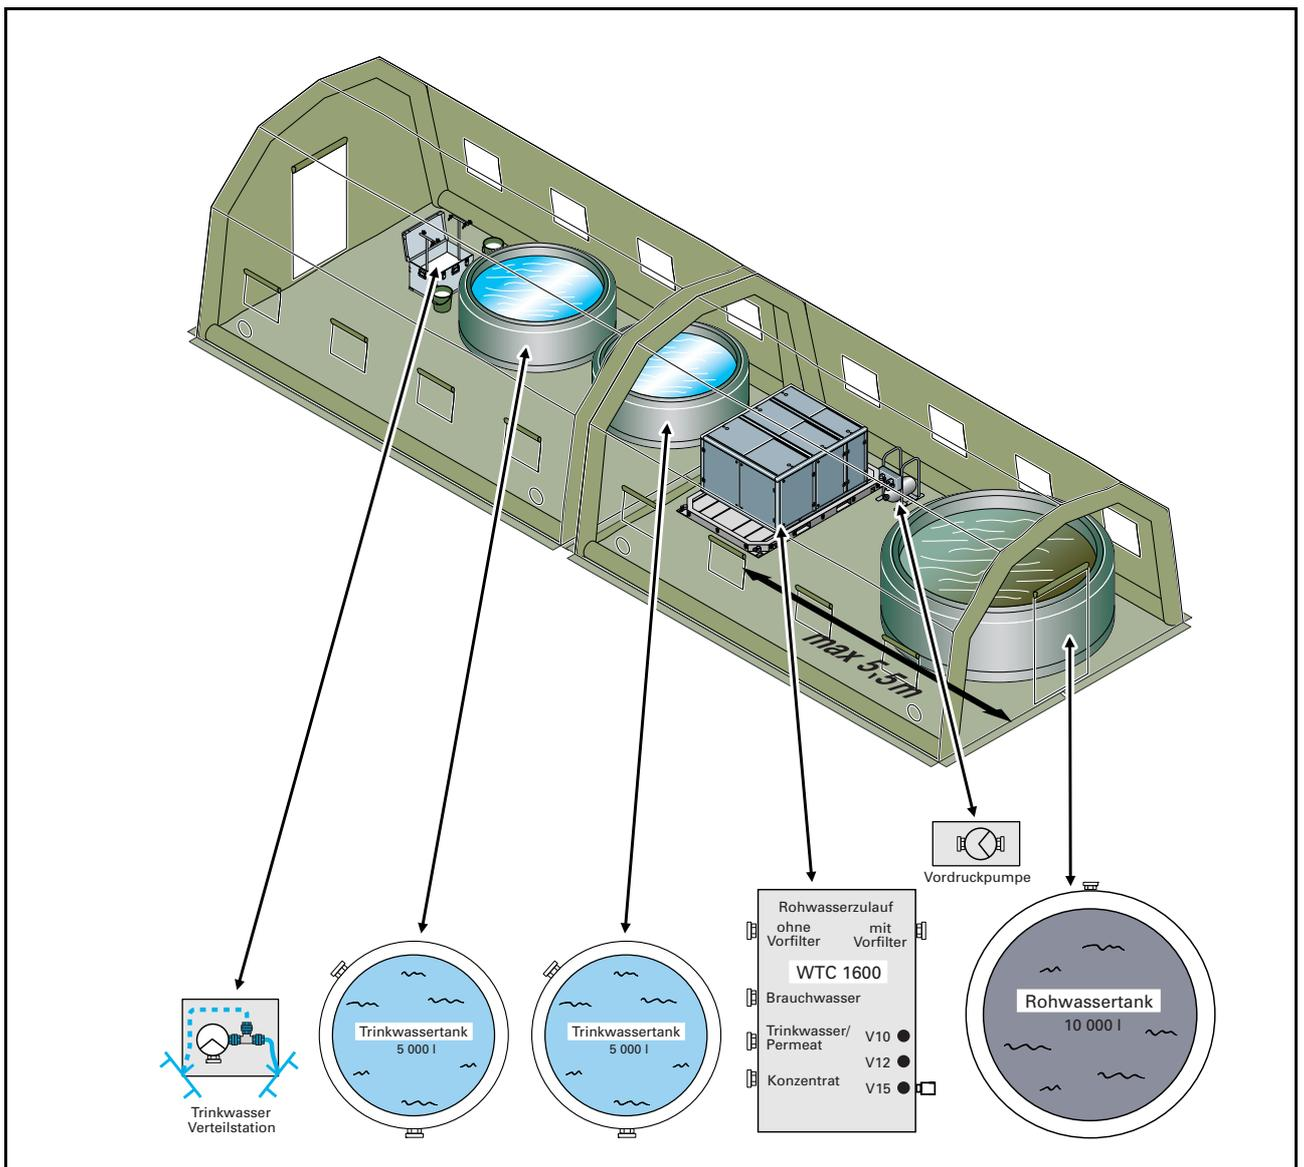
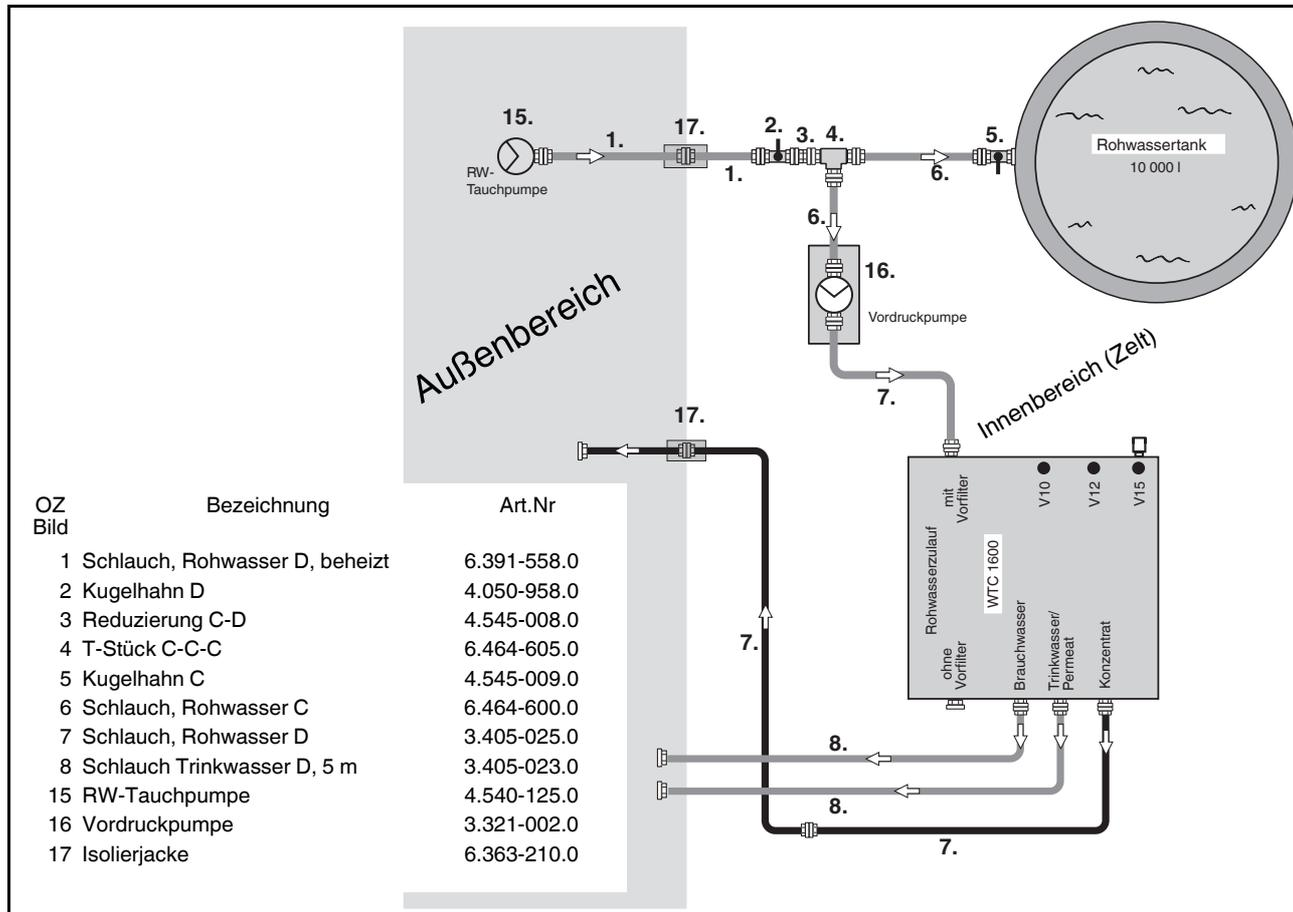
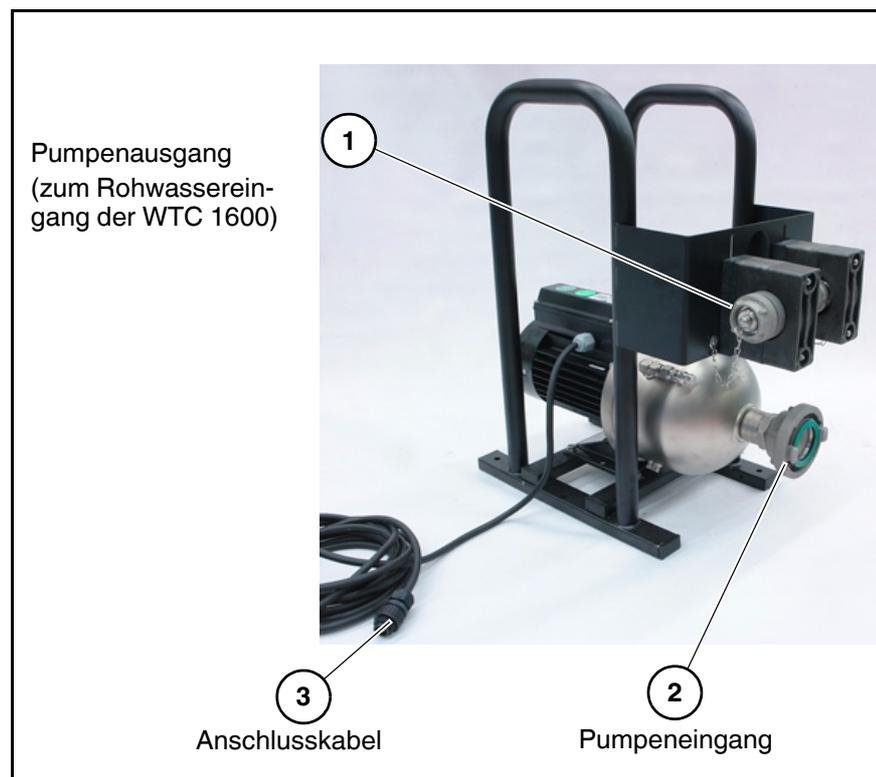
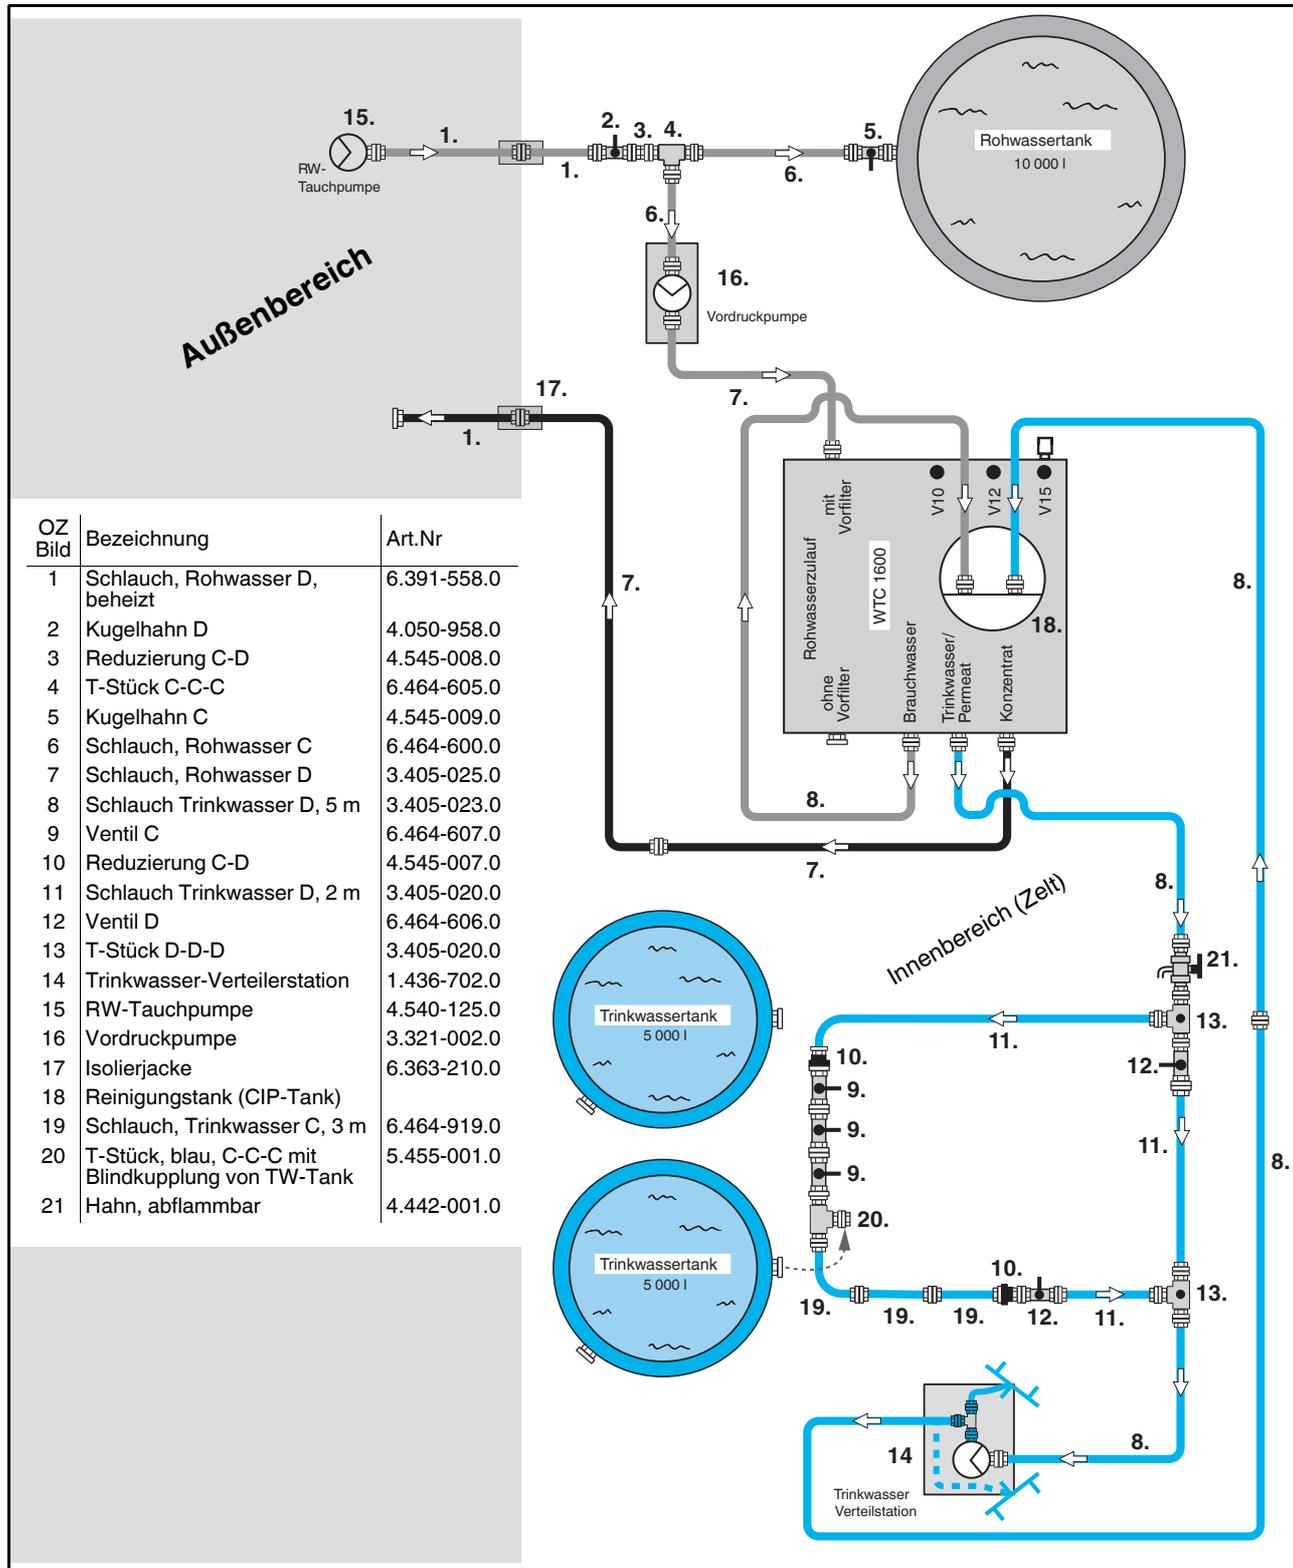

Bild 19 Aufbauschema Baustein Wasserversorgung
Bild 20 Schema Rohwasserzulauf/Konzentratablauf
Bild 29 Vordruckpumpe
Bild 43 Verschlauchung Desinfektionsvorgang Anlagenperipherie
Nachfolgendes Schema (Bild 19) zeigt den Baustein Wasserversorgung mit der Anordnung der Anlagenkomponenten, ohne Verrohrungs- und Stromversorgungs-komponenten.
WTC 1600 parallel zur Trennwand mit den Trinkwasseranschluss zur Trennwand gemäß Abbildung (Bild 19) aufstellen. Der Abstand der WTC darf maximal 5,5 m zur Stirnseite betragen. Bei Einsatz des Nivellierspindel-satzes Aufbau gemäß Anhang (Nivellierspindelsatz).
1. Rohwassertank (21/1) gemäß Schema Bild 19 im Zelt platzieren. Dabei den Anschluss gemäß Bild 20 ausrichten.
1. Vordruckpumpe (Bild 29) gemäß Aufstellungsschema (Bild 20) aufstellen.
1. Trinkwassertanks (31/1) gemäß Aufbauschema (Bild 19) platzieren. Dabei auf die Position der Zu-/Ablaufkupplungen (31/2) an den Trinkwassertanks gemäß Bild 43 achten.
Der Desinfektionsvorgang erfasst die WTC 1600 sowie die Anlagenperipherie (Bild 43):
Verschlauchung gemäß Bild 43 herstellen.
HINWEIS Für den Desinfektionsvorgang der Trinkwasserverteilstation die Verschlauchung der Trinkwasserverteilstation nach deren Aufbau zunächst gemäß Bild 43 vornehmen.